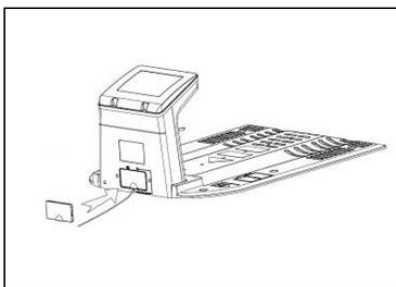

Fig.19D
3. Închideți capacul port conectorului. (Fig.19D)